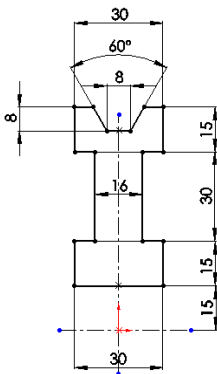

图 3-164 标注的草图
**08** 标注尺寸。单击“尺寸/几何关系”工具栏中的“智能尺寸”图标按钮，标注上一步添加几何关系后的草图尺寸，结果如图3-164所示。